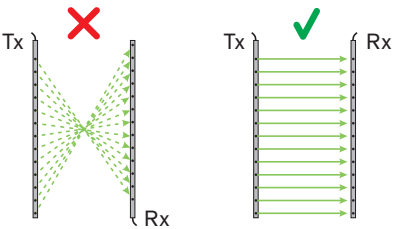

Figura 5: Posizionamento trasmettitore / ricevitore
- la barriera del trasmettitore non venga montata ruotata di 180° rispetto a quella di ricezione. In pratica, i cavi di collegamento delle barre ottiche **devono** essere fatti passare verso l'alto (Figura 5).